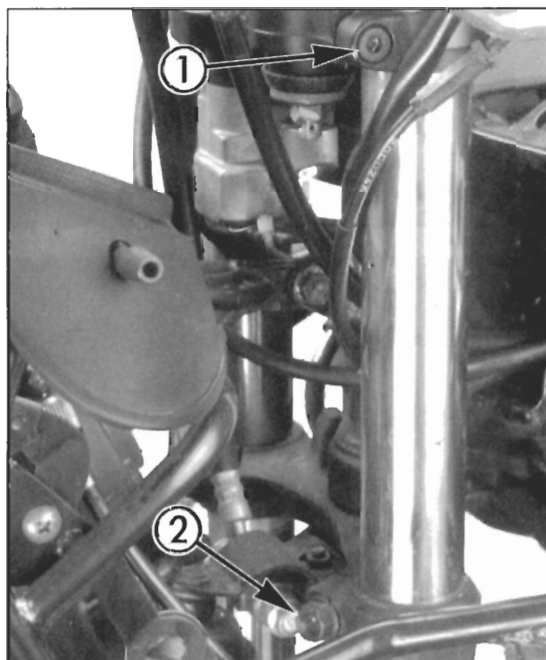
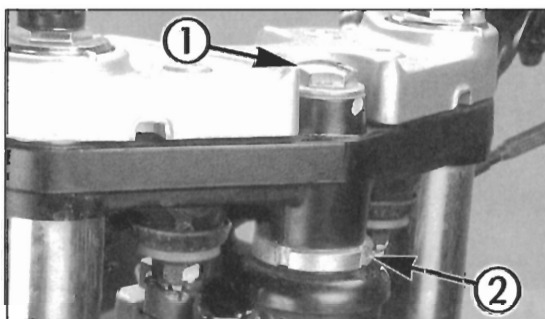

Bild 62
Bild 63
- Gabelklemmschrauben ① Bild 62 der oberen Gabelbrücke und Lenkschaftmutter ① Bild 63 lockern.
- Einstellmutter ② Bild 63 mit Hakenschlüssel um den Bruchteil einer Umdrehung anziehen (gegebenenfalls lockern), bis kein Spiel mehr spürbar ist, aber Lenkung noch leichtgängig ist.
- Lenkschaftmutter ① wieder anziehen (35 – 55 Nm).